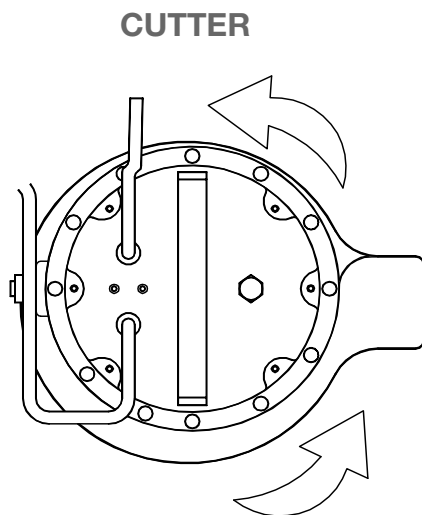

Fig. 2
3. Observar atentamente o contragolpe do accionamento, guardando a electrobomba por cima. Se o sentido de rotação estiver certo, a calota superior mover-se-á no sentido anti-horário como indicam as setas no desenho (FIG 2).